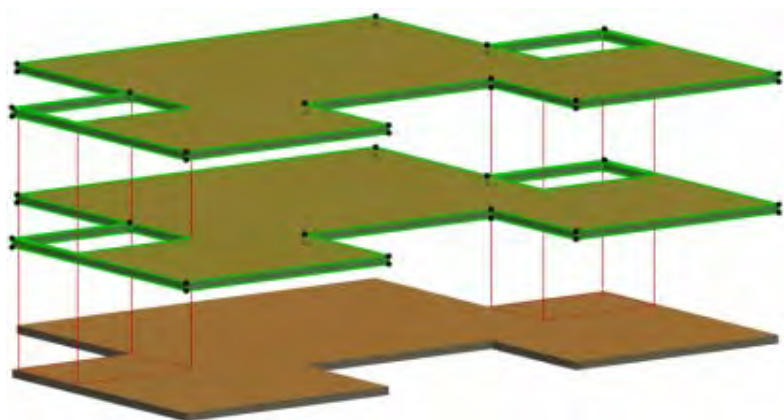

Рис. 103
19. Нажмите кнопку **Выполнить** для выполнения указанной операции над выбранными элементами цели и оператора. В результате этого 3D-тела элементов оператора будут вычтены из 3D-тел элементов цели. Итак, получим отверстия в перекрытиях. Операция выполняется над всеми целями и операторами, которые пересекаются. Поэтому отверстий будет четыре (рис. 103).